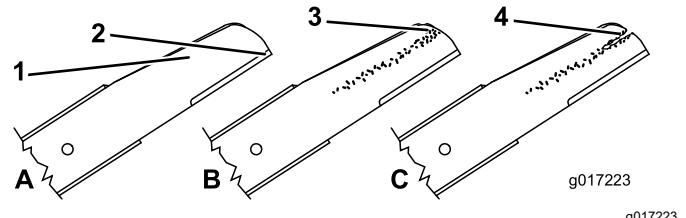

Bild 34
1. Untersuchen Sie die Schnittkanten (Bild 34). Bauen Sie die Schnittmesser aus und schärfen oder tauschen sie aus, wenn die Kanten nicht scharf sind oder Kerben aufweisen.
2. Prüfen Sie die Schnittmesser, insbesondere den gebogenen Bereich (Bild 34). Wenn Sie Beschädigungen, Verschleiß oder Rillenbildung in diesem Bereich feststellen, tauschen Sie die Messer sofort aus.